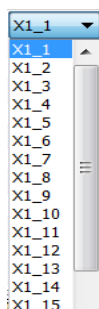

Рис. 3.4 Меню выбора цепей
- Столбец **X_A** предназначен для выбора начальной точки проверяемой электрической цепи. Нажатие на ячейку **X1_1** вызывает ниспадающее меню **X1_1**, где следует выбрать требуемый контакт электрической цепи (Рис. 3.4);